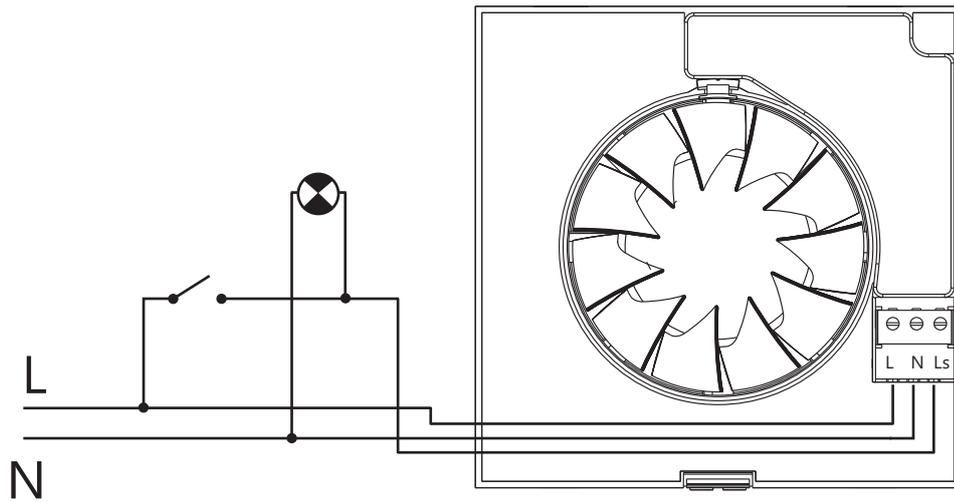
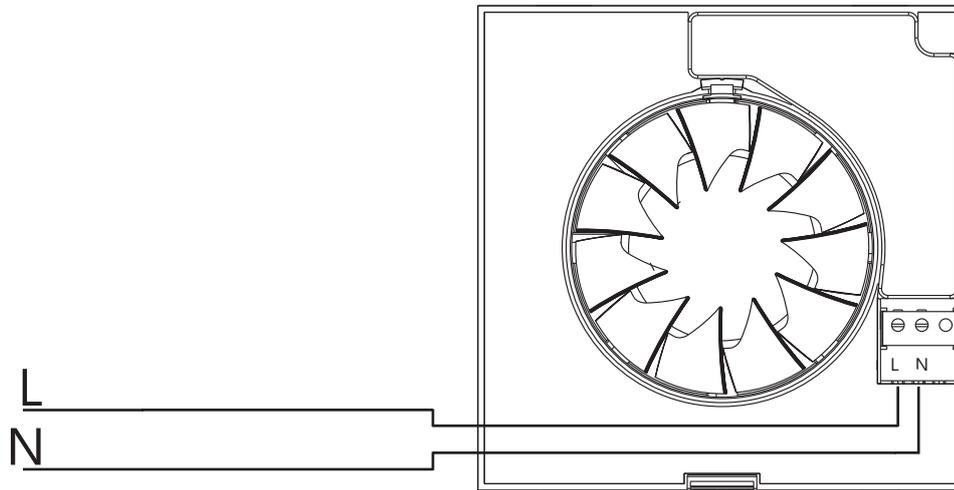

Fig.8
Fig.9
**Betrieb Fall 1 :** Im Automatikbetrieb (Abb. 9) setzt sich das Gerät automatisch in Betrieb, wenn die Feuchtigkeit im Raum den eingestellten Wert überschreitet. Das Gerät stoppt, wenn der Feuchtigkeitsgrad wieder unter den voreingestellten Wert gesunken ist. Fall 2: Automatikbetrieb mit der Möglichkeit einer Inbetriebsetzung zusammen mit dem Lichtschalter (Abb.8). Automatischer Betrieb, ähnlich wie Fall 1 und zusätzlich mit der Möglichkeit das Gerät mit dem Lichtschalter einzuschalten, selbst wenn der im Raum herrschende Feuchtigkeitsgrad den eingestellten Wert unterschreitet. In diesem Fall, wird beim Ausschalten des Lichtschalters der Ventilator durch die Zeitsteuerung gemäss voreingestelltem Zeitraum nachlaufen gelassen.
**Betrieb Fall 1:** Im Automatikbetrieb (Abb. 9) setzt sich der Ventilator automatisch in Betrieb, wenn die Feuchtigkeit im Raum den voreingestellten Wert überschreitet. Der Ventilator stoppt selbsttätig sobald der Feuchtigkeits-Grad den eingestellten Wert wieder unterschreitet und nachdem die von der Zeitsteuerung definierte Zeit abgelaufen ist. **Fall 2:** Automatikbetrieb mit der Möglichkeit einer Inbetriebsetzung in Verbindung mit dem Lichtschalter (Abb. 8) Automatischer Betrieb, wie im Fall 1 beschrieben, jedoch mit zusätzlicher Möglichkeit das Gerät am Lichtschalter einzuschalten, wenn der im Raum herrschende Feuchtigkeitsgrad den eingestellten Wert unterschreitet. In diesem Fall wird beim Abschalten des Schalters (das Licht ist aus), das Gerät die von der Zeitsteuerung festgelegte Zeit lang weiterlaufen: war die Einsatzdauer kürzer
Diese Version ist mit einem Anwesenheitsdetektor ausgestattet. Das Gerät setzt sich automatisch in Betrieb, sobald es Bewegungen bis zu einer maximalen Entfernung von 4 Metern feststellt (Abb. 9). Diese Geräte sind darüber hinaus mit einer zwischen 1 und 30 Minuten regelbaren Zeitsteuerung ausgestattet, welche den Ventilator nachlaufen lässt.